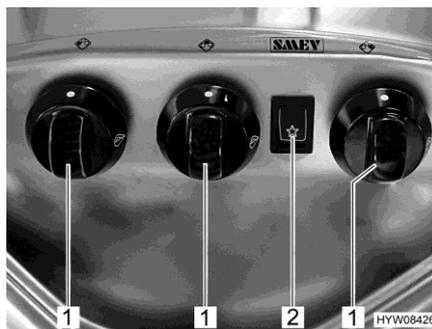

Fig. 126 Elementi di comando (fornello a gas)
- Ruotare il pomello girevole (Fig. 126,1) dell'impianto a fiamma libera desiderato in posizione accesa (fiamma alta).
- Premere l'interruttore a bilico (Fig. 126,2). Sul bruciatore vengono prodotte scintille.